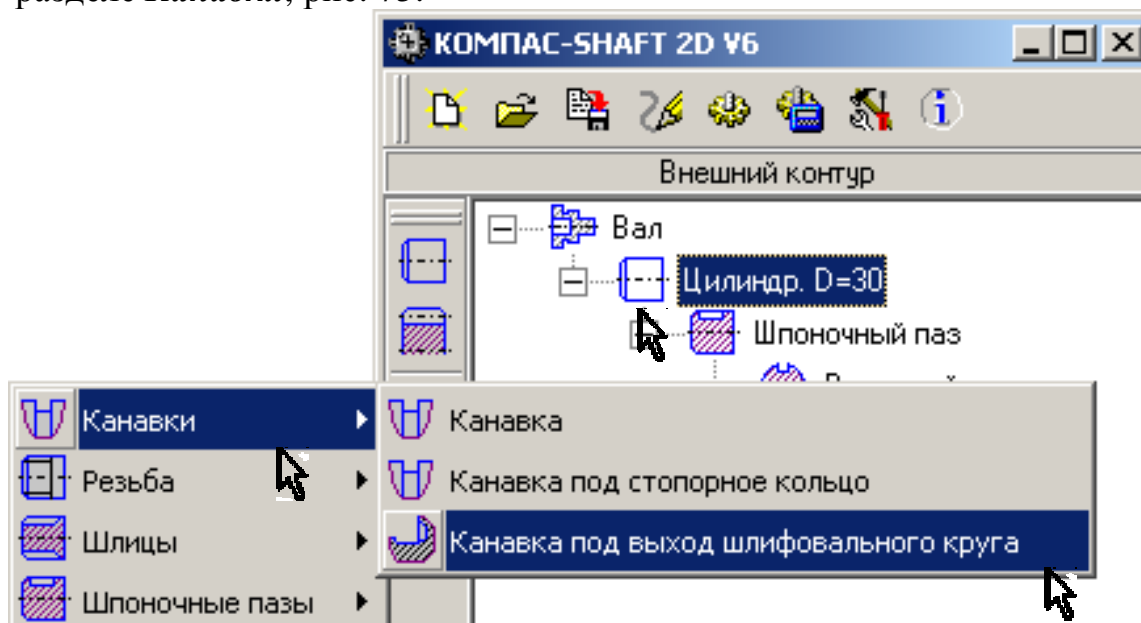

Рис. 75
- Для того чтобы изобразить канавку для выхода шлифовального круга, в дереве построения курсором выделите цилиндрическую ступень «Цилиндр. D=30», выберите команду *Дополнительные элементы ступеней* и нажмите кнопку *Канавки для выхода шлифовального круга* в разделе *Канавки*, рис. 75.